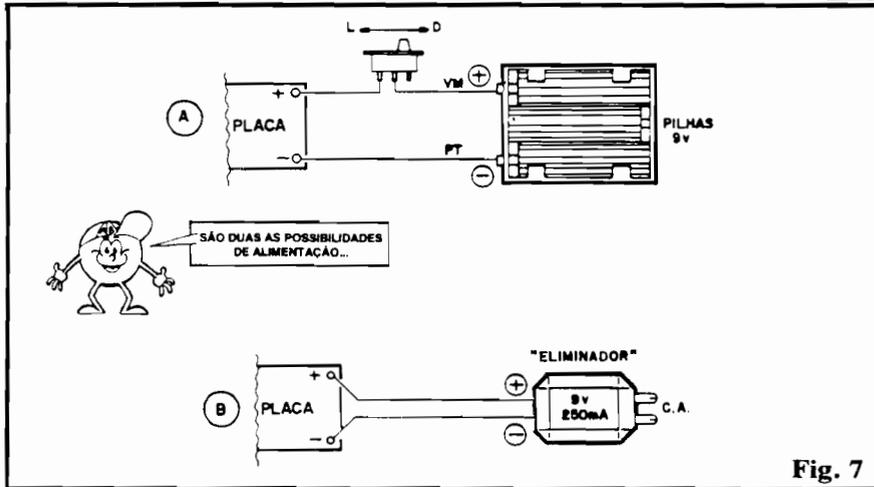

Fig. 7
- FIG. 7 - Como alimentar a B.O.S. de energia... Em 7-A vemos o modo mais simples, a partir de 6 pilhas (pequenas ou médias) no respectivo suporte, intercalando-se eventualmente uma pequena chave “Liga-Desliga” (pode ser uma H-H mini ou **standart**...) no fio do **positivo**. Em 7-B temos a segunda opção, a partir de um “eliminador” de pilhas (êta nominho impróprio...!) capaz de oferecer 9 volts CC sob corrente de 250mA (ou mais), e dotado dos respectivos pinos para ligação a uma tomada de CA local (110 ou 220V, dependendo do conversor ou do seu chaveamento - observem isso...).